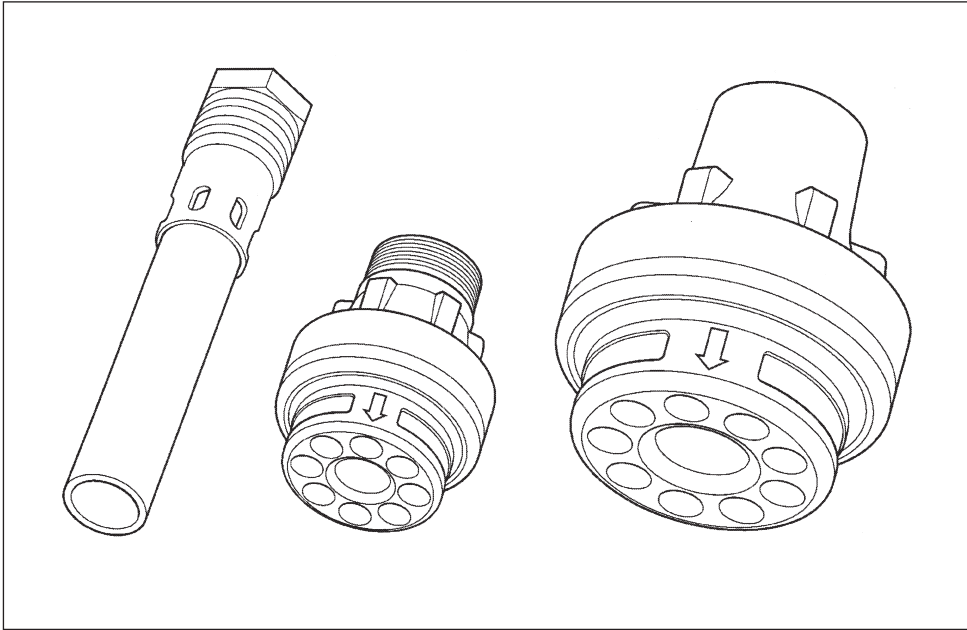

Fig. 1 - Рис. 1
- система впрыскивания пара, с помощью которой обеспечивается оптимальное распределение пара посредством смесителя (инжектор – рис.1 и 3).